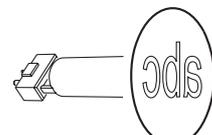
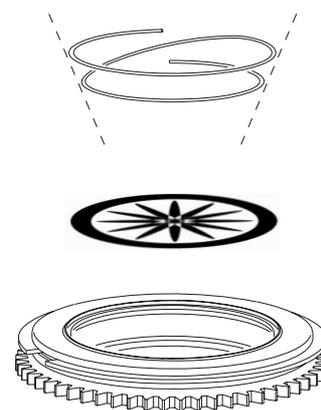

Bild 11. Richtige Gobo-Orientierung
Bild 12: Gobohalter
Die in Bild 11 gezeigten Gobo-Orientierungen sind in den meisten Fällen richtig. Wenden Sie sich an Ihren Martin Händler oder den Gobo-Hersteller, wenn Sie Fragen zur richtigen Orientierung des Gobos haben...
4. Legen Sie das neue Gobo mit der zum Leuchtmittel weisenden Seite nach oben, zur Haltefederweisend, in den Halter. Siehe Bild 11 und Bild 12.
5. **Montieren Sie die Haltefeder mit der engen Windung zum Gobo zeigend (Bild 12).** Drücken Sie zur Identifikation der engen Windung die Haltefeder flach zusammen: die enge Windung liegt innen. Drücken Sie das Ende der Haltefeder unter die Lippe des Gobohalters.
4. Schieben Sie das Gobo unter Beachtung der Orientierung (siehe Bild 11) unter die Haltefeder. Richten Sie das Gobo zentrisch zur Goboposition aus.